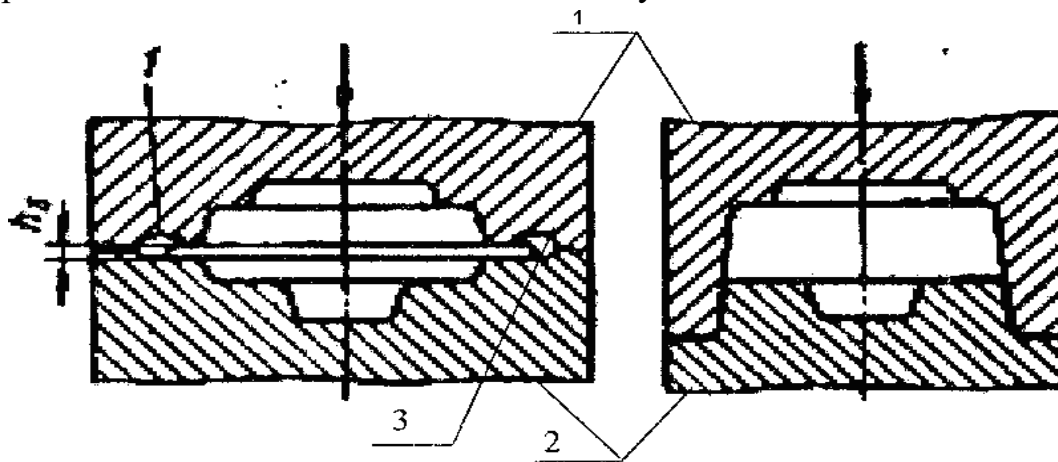

Рис. 7.1. Схема штамповки
Горячей объемной штамповкой называют процесс обработки металлов давлением нагретой заготовки с помощью специального инструмента - штампа. В результате приложенного усилия к частям штампа деформируемый металл заполняет полости штампа (ручьи) по конфигурации, соответствующей форме будущей поковки. В зависимости от вида штампа выделяют штамповку в открытых и закрытых штампах (рис. 7.1 а, б).
Штамповка в открытых штампах (рис. 7.1, а) характеризуется переменным зазором между подвижной (1) и неподвижной (2) частями штампа. В этот зазор выдавливается облой и закрывает выход из полости штампа, что заставляет металл полностью заполнить всю полость. В заключительной стадии формирования поковки в заусенец выжимаются излишки металла, находящиеся в полости. Этим способом получают поковки всех типов (круглые и квадратные в плане, фланцы, крестовины, стержень с фланцем, удлиненные в плане, поковки с изогнутой осью и др.). Штамповка в закрытых штампах (рис. 7.1, б) характеризуется тем, что полость штампа в процессе штамповки закрыта, а зазор между частями штампа постоянный и образование заусенца в нем не предусматривается. Существенное преимущество штамповки в закрытых штампах: уменьшение расхода металла, поскольку нет отхода в заусенец, более благоприятная микро-структура, т. к. волокна обтекают контур поковки, а не пересекаются в месте выхода металла в заусенец.